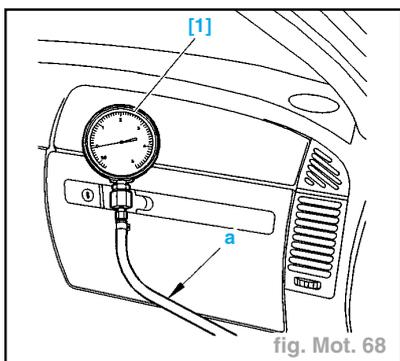

fig. Mot. 68
- Contrôler la pression : $0,95 \pm 0,05$ bar (fig. Mot. 68).
- les colliers (3).
- Serrer les colliers (3).